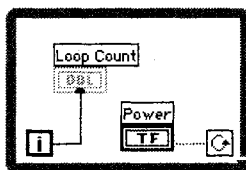

Рис. 6.11
6. Постройте ВП, изображенный на рис. 6.11. Помните, что логические элементы появляются на лицевой панели в состоянии **ЛОЖЬ**.